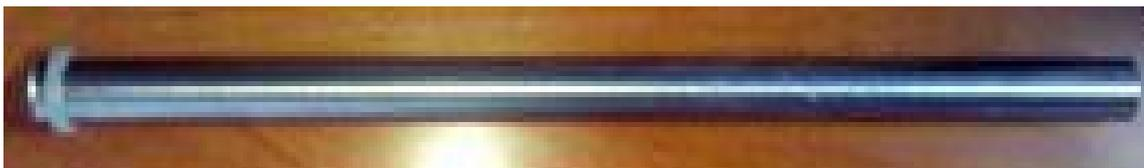

Рис. 2.1 Трубка забора горячей воды, устанавливается снизу бака в сливной патрубке горячей воды
2. Схема с электронным поддержанием уровня воды в баке **Рис. 2.3** (с установкой электромагнитного клапана) – в этом случае наполнительный бак и трубку забора горячей воды **Рис. 2.1 устанавливать запрещено**, так как не будет работать функция автозаполнения системы водой, а также не будет сливаться вода из бака.